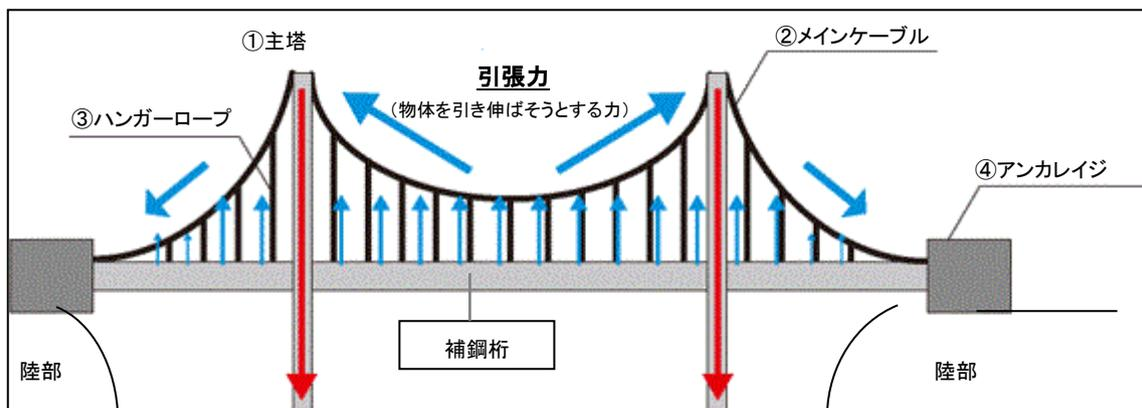

図1 吊り橋の構造
吊り橋とは橋の種類の一つで、図1の①主塔の間を渡る②メインケーブルから垂らした③ハンガーロープで橋桁を吊り、引張力(物体を引き伸ばそうとする力)で支える構造をした橋のことを言います。②メインケーブルは、主塔を通じて橋の両端にある④アンカレイジと呼ばれる重りにつなぎとめられています。(図1)